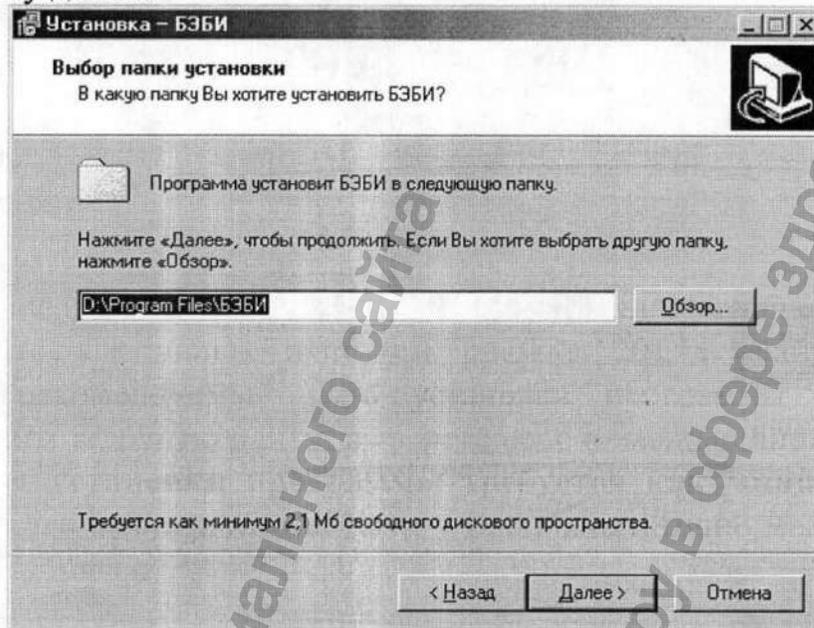

Рисунок 20
10) Нажать кнопку "Далее" для продолжения установки. После чего на экране компьютера появится следующее окно (см. рисунок 20), в текстовой строке которого указан рекомендуемый путь установки программы БЭБИ. Для установки программы в другую папку, выберите ее с помощью кнопки "Обзор". **ВНИМАНИЕ!** Для установки программы требуется как минимум 2,1 Мб свободного дискового пространства. Если у Вас недостаточно места на диске, произведите очистку диска.